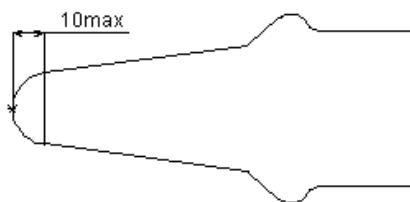

Рис.5
**Внимание! Возможна поставка прибора с уплотнителем исполнения 2, изображенного на Рис.5.**
- обрезать ножницами кончик резинового уплотнителя на величину  $\sim 10\text{мм}$ , как это показано на Рис. 5.
2.9.3 Резиновый уплотнитель исполнения 2, изображенный на рис.5 хранить в свободном состоянии, не допуская соприкосновения стенок между собой. Предохранять от прямых солнечных лучей и других источников теплового излучения.